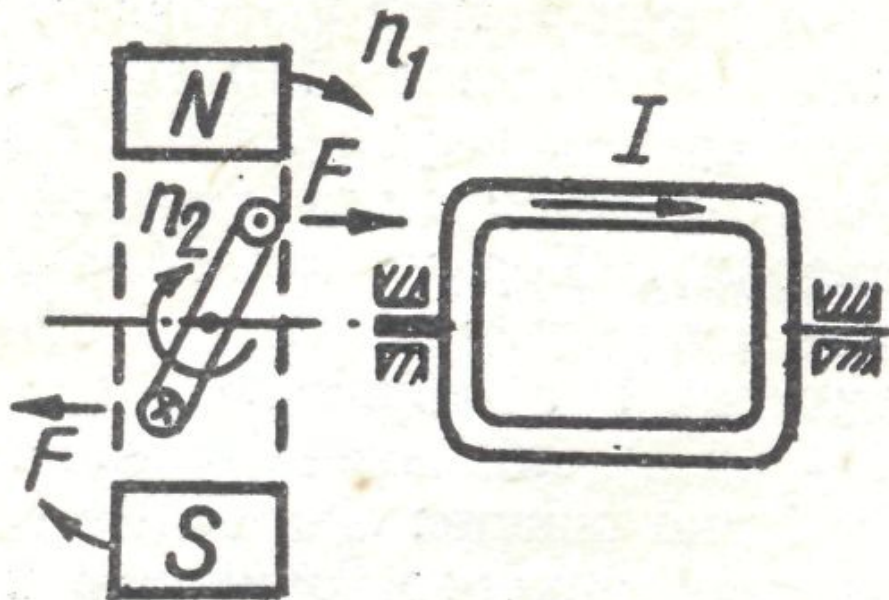

Рис. 18-2. Короткозамкнутый виток во вращающемся магнитном поле.
- Расположим во вращающемся магнитном поле укрепленный на оси замкнутый виток провода (рис. 18-2). Согласно закону электромагнитной индукции, в витке будет индуцироваться эдс ( $e = Blv$ ). *Направление тока в витке, вызванного этой эдс, определим по правилу правой руки. Согласно закону Ампера, на проводник с током в магнитном поле действует сила  $F = BI$ . Направление силы определим по правилу левой руки — она направлена в сторону вращения магнитного поля.*